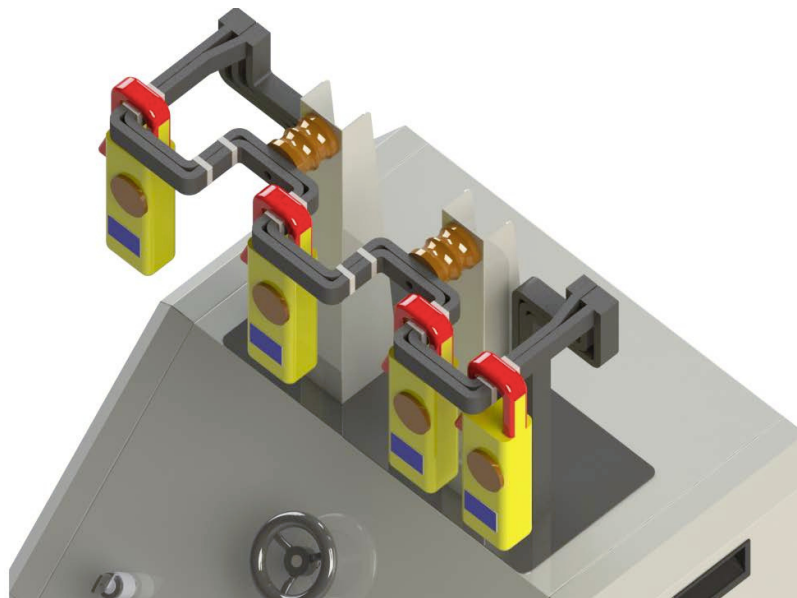

Figura 3 : Conexión de elementos para prueba de corriente
1. Instale el amperímetro patrón y los instrumentos a verificar en el soporte, asegurándose que estén alineados dentro de las franjas de operación. Ver figura 3